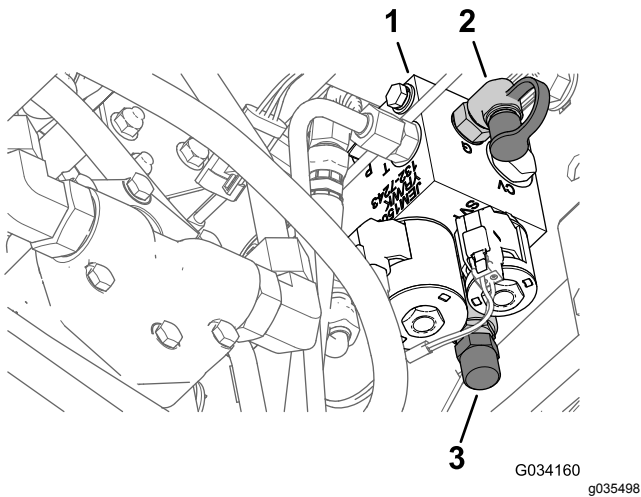

Bild 14
- Schließen Sie ein Druckmanometer an den Testanschluss hinten am Hubverteiler an (**Bild 14**).
- Nehmen Sie die Kappe vorne am Hubverteiler von der Gewichtsverlagerungsspule ab (**Bild 14**).
- Lösen Sie die Klemmutter unterhalb der Gewichtsverlagerungsspule (**Bild 14**).